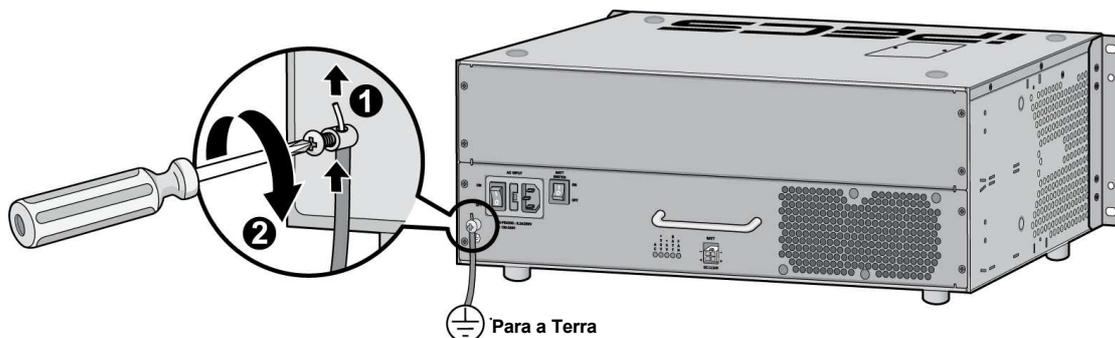

Figura 4.6.1-1 Aterrando a KSU
2. Desprenda o parafuso de aterramento, girando o parafuso no sentido anti-horário para soltar, conforme a Figura 4.6.1-1.